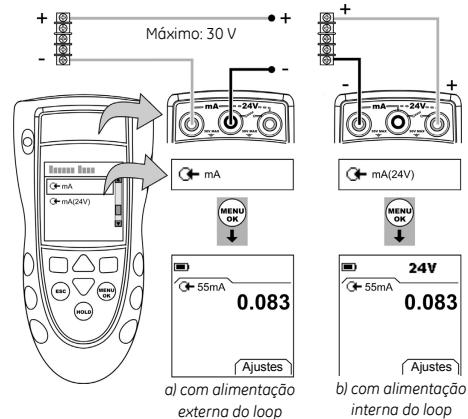

Figura 4: Exemplo de configuração – Medida de mA
- Conecte o instrumento (Figura 4) e, se necessário, ajuste o Conf. (Tabela 1).